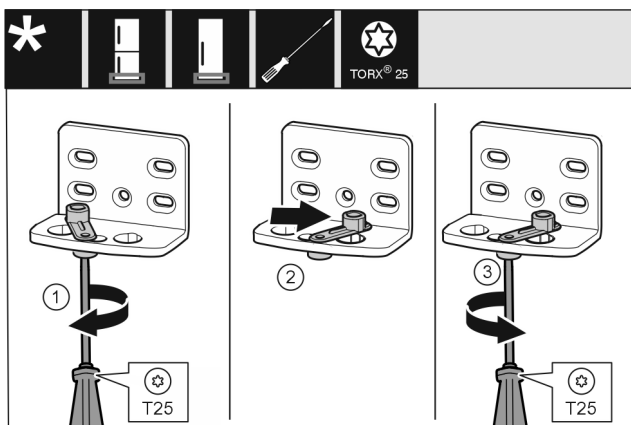

Fig. 14
- Skrutkovačom T25 voľne zaskrutkujte skrutku. Fig. 14 (1)
- Pomôcku na zatváranie dverí zdvihnite a otočte o 90° doprava v otvore. Fig. 14 (2)
- Skrutkovačom T25 pevne zaskrutkujte skrutku. Fig. 14 (3)